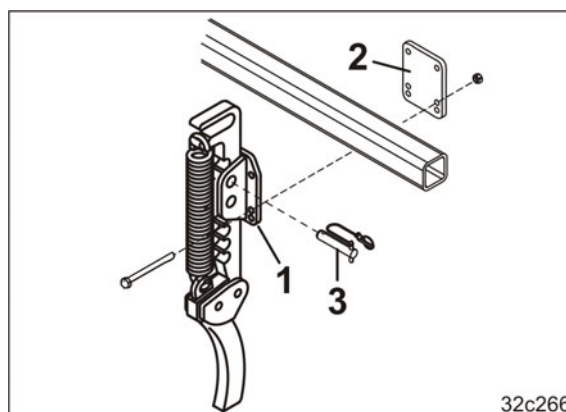

Fig. 59
- 1.1 Skru sporløseren (Fig. 59/1) med klempladen (Fig. 59/2) på trepunktsforlængelsesrammen.
- 1.2 Sæt sporløseren fast med stikbolten (Fig. 59/3) i helt oppe. Indstillingen af arbejdsdybden foregår på marken.